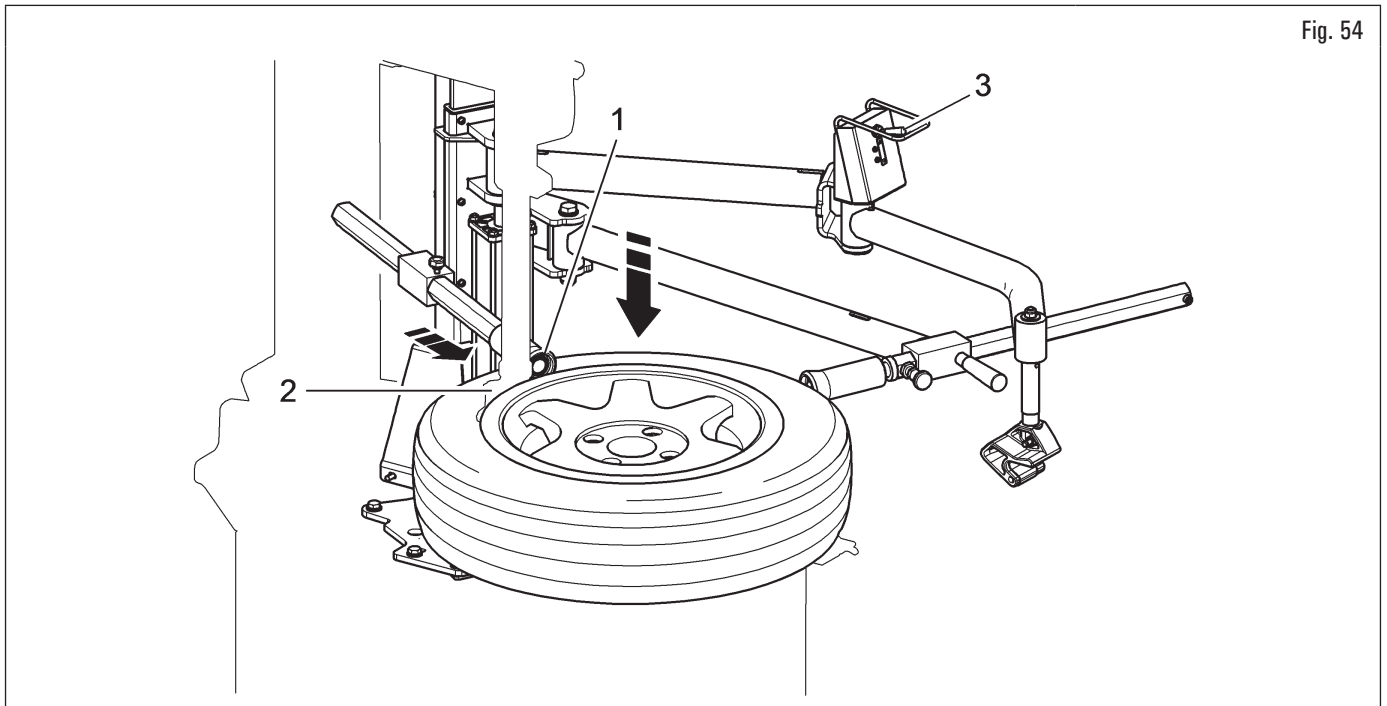

Fig. 54
1. positionner le rouleau pousse-talon (Fig. 54 réf. 1), comme indiqué dans la figure, à proximité de la tête outil (Fig. 54 réf. 2). Baisser le pneu au travers le rouleau pousse-talon (Fig. 54 réf. 1) (en abaissant le levier de l'unité de commande (Fig. 54 réf. 3)), pour permettre un facile positionnement de l'outil sur le bord de la jante (Fig. 54 réf. 2). Verrouillez ensuite la tête outil ;